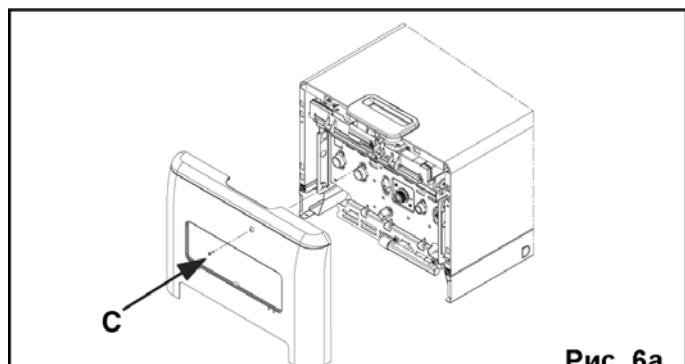

Рис. 6a
- отвинтите винт крепления нижней крышки (**C**, рис. 6a)